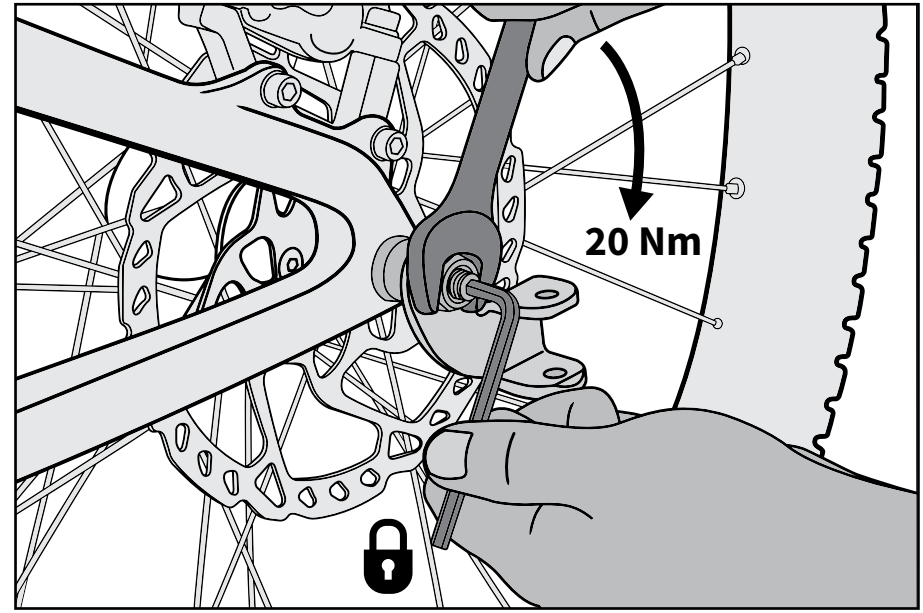

Fig 6
8. Install the Burley hitch over the end of the axle, install washer and lock in place with the provided nut. Tighten the nut to 20 Nm using a 17 mm wrench while holding the thru axle in place with a 5mm Allen wrench (Fig 6).
8. Installieren Sie die Kupplung von Burley am Achseneende und befestigen Sie sie mit der mitgelieferten Mutter. Ziehen Sie die Mutter unter Verwendung eines 17-mm-Schraubenschlüssels auf 20 Nm an, wobei die Steckachse mit einem 5-mm-Innensechskantschlüssel stabil gehalten wird (Abb. 6).
8. Installez l'attelage Burley sur l'extrémité de l'axe et bloquez-le à l'aide de l'écrou fourni. Serrez l'écrou à 20 Nm à l'aide d'une clé 17 mm tout en maintenant l'axe traversant à l'aide d'une clé Allen 5 mm (Fig. 6).